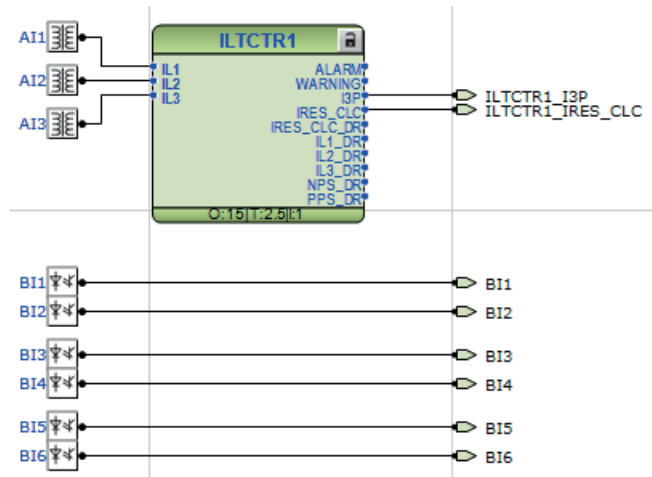
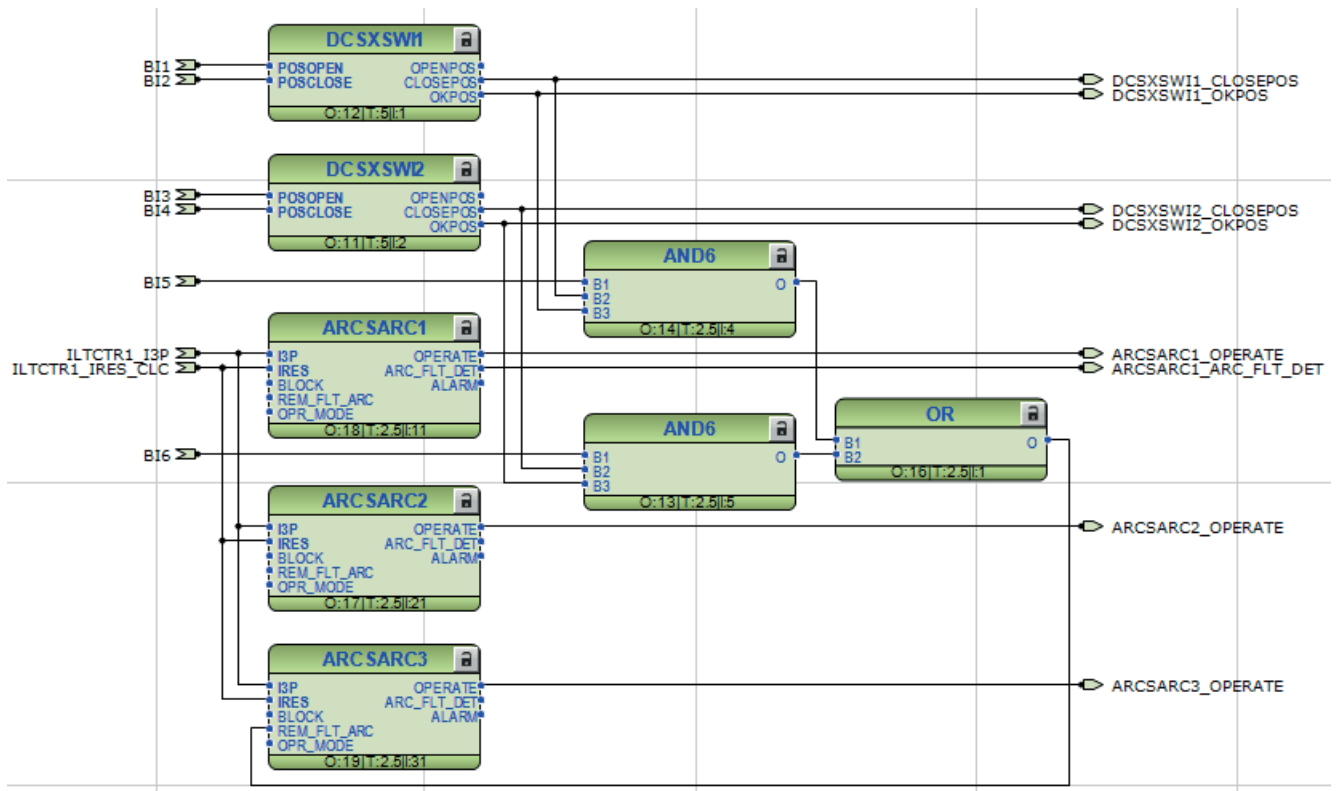
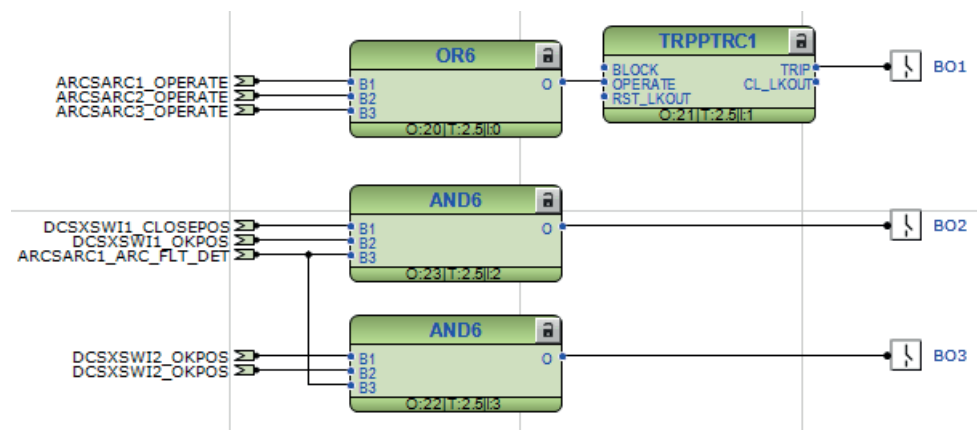

Abb. 73: Relais- und Vorverarbeitungsanschlüsse
Abb. 74: Anwendungs-Funktionsblockanschlüsse
Abb. 75: Relais-Ausgangsanschlüsse
Die Relaiskonfiguration ist in die Anwendungskonfiguration in PCM600 implementiert. Sie wird in Abbildung 73, Abbildung 74 und Abbildung 75 dargestellt. Die Funktion implementiert die konzeptionelle Logik, wurde jedoch so ausgelegt, dass die Funktionsblöcke des Relais mit ihren Merkmalen berücksichtigt werden.
- 1) Lichtbogen-Sensoreingänge ARC1...4 werden immer intern zu den ARCSARC1...4-Funktionsblöcken geführt. Diese Eingänge sind in Abbildung 73 nicht dargestellt.
Die Konfiguration erfordert auch andere spezifische Funktionen, die in Tabelle 172 aufgeführt sind. Darüber hinaus werden einige Logikgatter für die Implementierung der notwendigen Logik benötigt. Diese sind in Abbildung 74 und Abbildung 75 dargestellt.